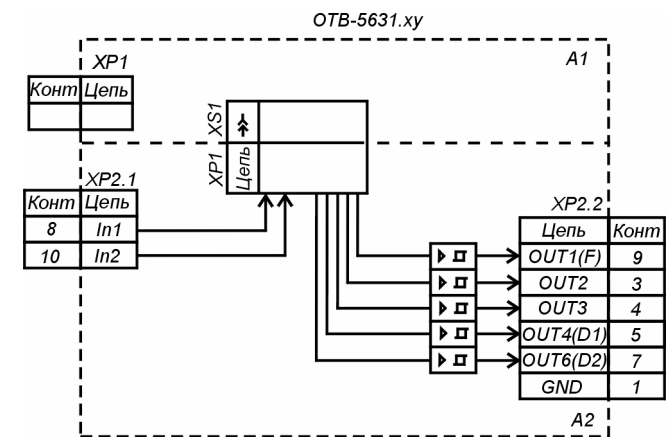

Рис. 9
- генерацию заданных пачек импульсов. (рис. 9)